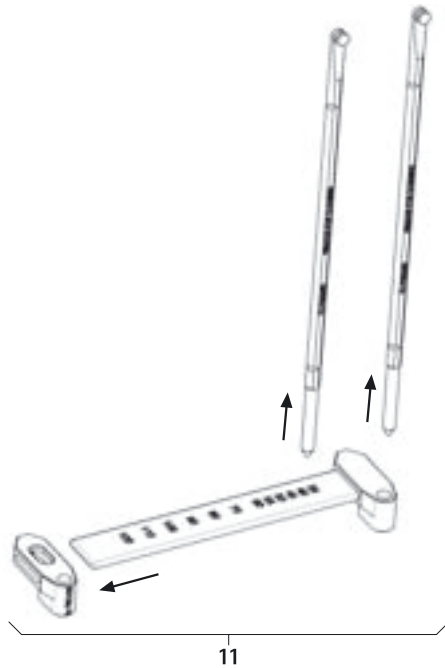

Fig. 6
- Desmontar el medidor de longitud de varilla 11, ver Fig. 6.